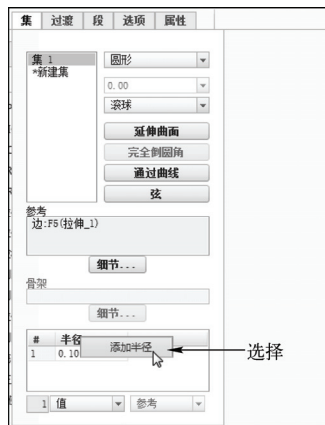

图 6-133 选择“添加半径”选项
STEP 04 单击“集”按钮，弹出“集”下滑面板，在“半径”列表框中，单击鼠标右键，在弹出的快捷菜单中，选择“添加半径”选项，如图 6-133 所示。